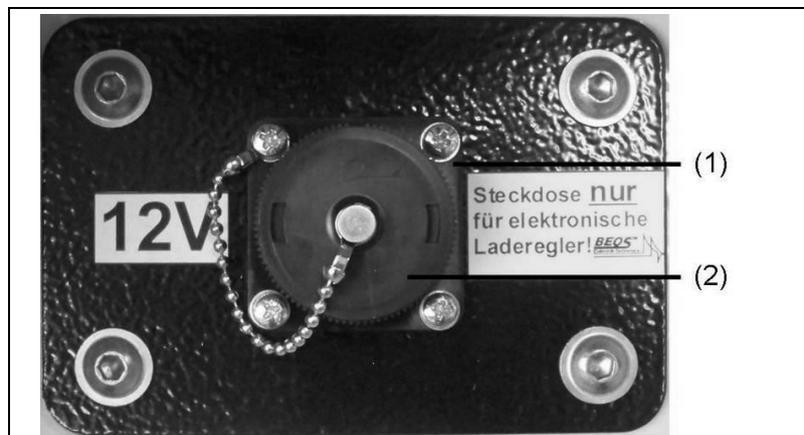

Abb. 5-8: BEOS Ladestrom-Steckdose
1. Schutzkappe (Abb. 5-8-(2)) der Steckdose (Abb. 5-8-(1)) entgegen dem Uhrzeigersinn abschrauben.
6. Schutzkappe (Abb. 5-8-(2)) der Ladestrom-Steckdose durch Drehen im Uhrzeigersinn anschrauben.